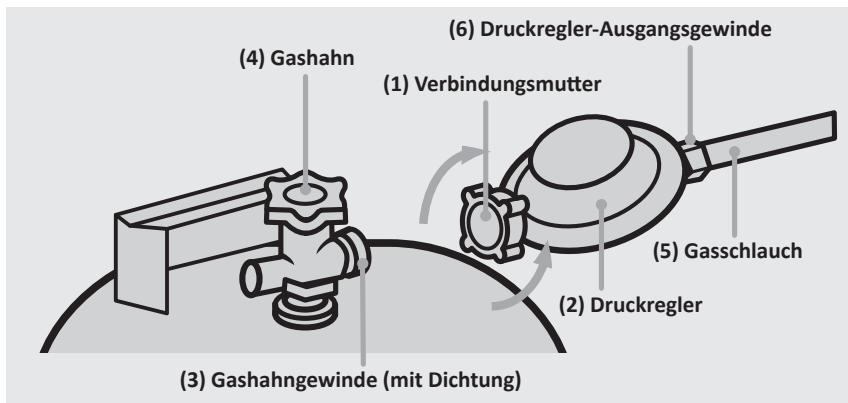

Abb.1: Montage des Druckreglers
2. Verbinden Sie den Druckregler mit der Gasflasche, indem Sie die Verbindungsmutter (1) des Druckreglers (2) durch Linksdrehung (von Hand) auf das Gashahngewinde (3) schrauben (siehe Abb. 1).
- 4. Verbinden Sie den Druckregler mit der Gasflasche, indem Sie die Verbindungsmutter (siehe Abb.1, Nr.1) des Druckreglers (siehe Abb.1, Nr.2) durch Linksdrehung (von Hand) auf das Gashahngewinde (siehe Abb.1, Nr.3) schrauben (siehe Abb. 1).